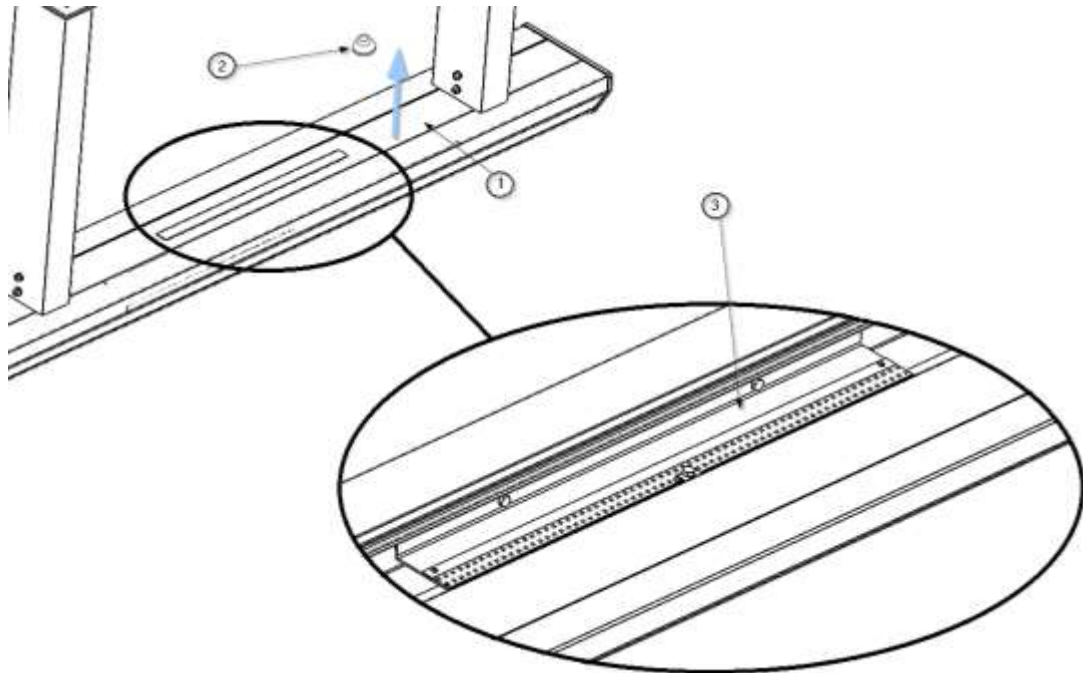

Fig. 4 Verwijderen van de behuizing van het hoofdgedeelte
- Koppel de voeding van de controller ⑥ en de snelkoppeling van de LED-strips ② los.
- Draai de zeskantbouten M4 x16 ① DIN 933 los en maak de LED-strip ② los van de houder van de verlichtingsmodule ③, zoals te zien is in afbeelding 4.
- lipjes ⑥ waarmee de controllers ⑦ vastzitten.